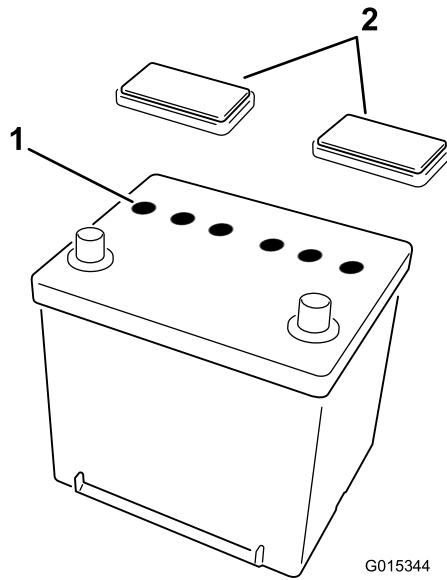

Рисунок 2
1. Снимите с аккумуляторной батареи крышки вентиляционных отверстий (Рисунок 2).
3. Установите крышки вентиляционных отверстий (Рисунок 2).